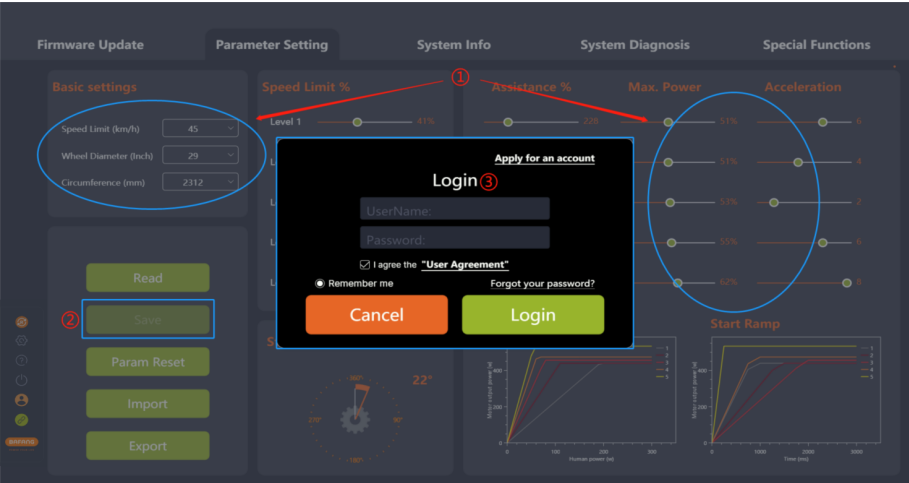

图 5-13 登录
- 3. 如未登录会弹出登录界面，提示用户登录（如图 5-13）。